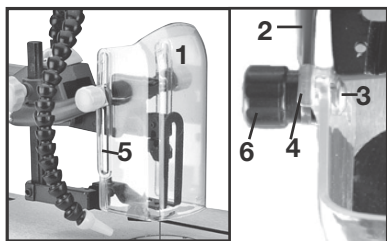

FIG 4
l'installation du Écran protecteur (FIG 4)
1. Placez la Écran protecteur (1) entre les deux bras (2) dans la position de montrer dans la FIG 4.
2. Aligner la rainure glisser sur la Écran protecteur avec le trou sur le bras des deux côtés (2).
3. Placez la rondelle (4) entre la Écran protecteur et le bras d'un côté, insérez le boulon (3) à travers la gorge de diapositives (5) sur le bouclier, la rondelle (4) et le trou sur le bras (2).
4. Vissez la bouton(6) sur, puis serrez-la.